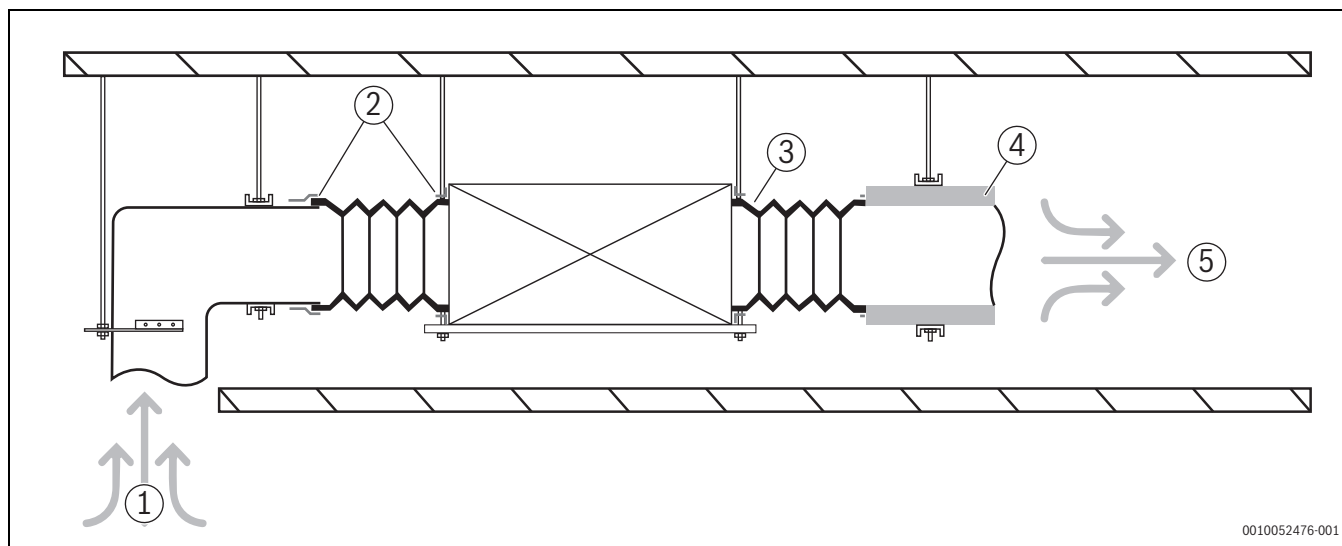

Fig. 28 Unitate de conductă cu cerințe de presiune statică
6. Racordați conducta de aer conform Fig. 28. Este necesară pregătirea la fața locului a tuturor componentelor cu excepția aparatului de aer condiționat.
Legendă Fig. 28: